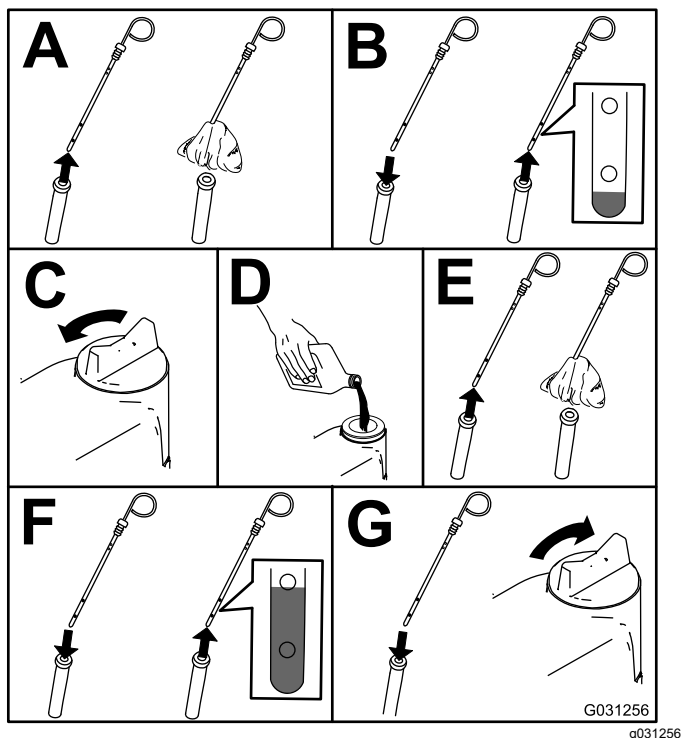

Bild 52
2. Prüfen Sie den Ölstand im Motor, siehe Bild 52.